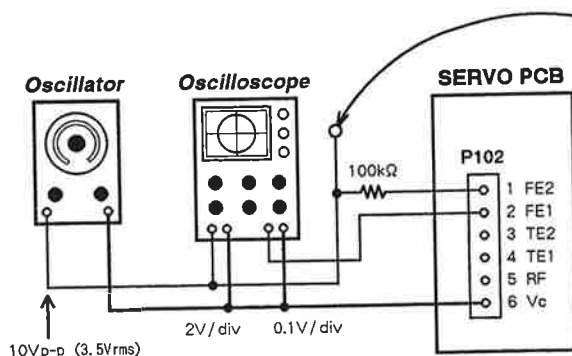

Fig. 5-7
1. Input a 1.15 kHz/10 Vp-p (3.5 Vrms) signal via 100 k Ω resistor to FE2 from the external oscillator. (Fig. 5-7)
5. Repeat items 5-8-1 and step 5-8-2 again to ascertain correct adjusting.
1. 外部 OSC より 100k Ω の抵抗を介して 1.15kHz/10Vp-p (3.5Vrms) の信号を FE2 に入力する。(図5-7)
(Fig. 5-7)
1. 外部 OSC より 100k Ω の抵抗を介して 1.15kHz / 10Vp-p (3.5Vrms) の信号を FE2 に入力する。(図 5-7)